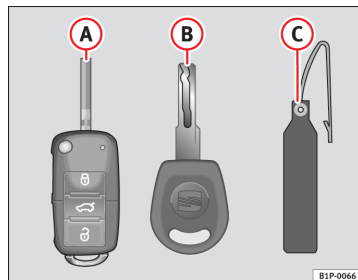

Fig. 61 Nøglesæt
- Nøgle med fjernbetjening → Fig. 61 (A) (nøglen kan klappes ud)
- Nøgle uden fjernbetjening (B)
- Nøglevedhæng* (C)